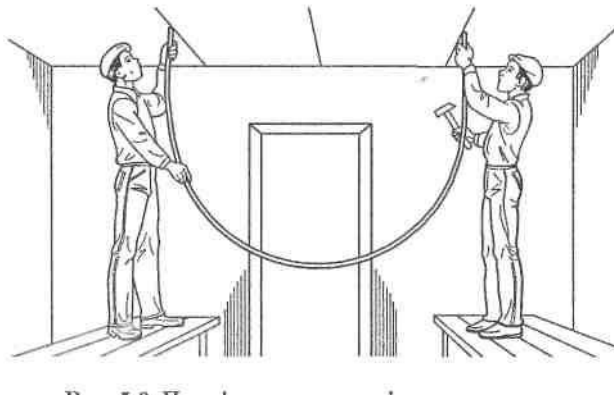
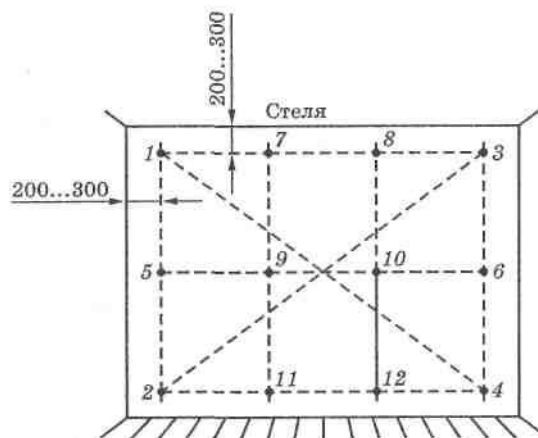

Рис. 2.4. Провішування стелі за допомогою водяного рівня
Рис. 2.5. Схема провішування стіни
Для провішування стелі можна також користуватися **водяним, рівнем**, (рис. 2.4), що є міцною гумовою трубкою потрібної довжини, в кінці якої вставлені скляні трубочки з нанесеними на них поділками. Якщо в трубку налити воду і з'єднати разом трубочки, то вода в них буде точно на одному рівні (поділках). При провішування стелі положення головки цвяха фіксують відносно рівня води в скляній трубці водяного рівня. Провішування стелі водяним рівнем значно прискорює цей процес. Користуючись рівнем, спочатку фіксують положення чотирьох цвяхів, розміщених у кутах стелі (див. рис. 2.5, цвяхи 1, 4, 6, 9). Потім, натягуючи шнур між цвяхами 1 і 6 та 4 і 9, перевіряють, чи правильно взято майбутню товщину штукатурного шару. Якщо так, то натягують шнур і по лініях маяків забивають інші цвяхи.
**Стіни провішують за допомогою виска, рейки з виско, або рейки з рівнем** (рис. 2.5).
**рівнем** спочатку на бокових вертикальних лініях поступово забивають по три або й більше цвяхів (див. рис. 2.5, цвяхи 1, 2, 3, 6 і 4). Після цього провішуванням визначають товщину майбутнього штукатурного шару і забивають решту цвяхів так, як було зазначено вище.